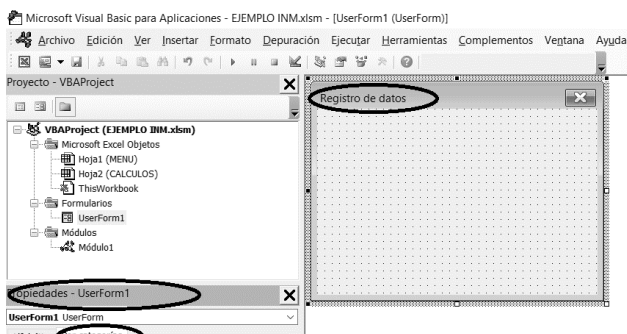

Figura 21.
Paso 12: Presione la tecla F4 para desplegar el menú de propiedades de UserForm1 elija la opción por categorías, y en la categoría apariencia opción caption escriba "Registro de datos". Ver figura 21.